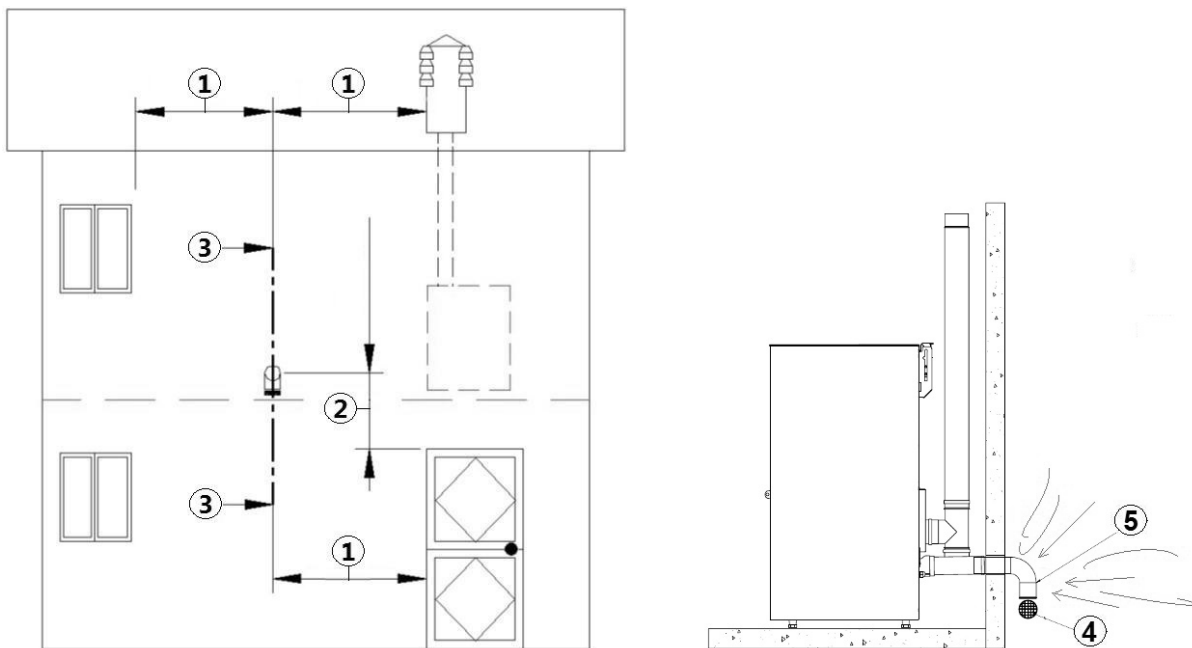

Fig. 10 - Öffnung für die Verbrennungsluft für eine hermetisch dichte Installation
| LEGENDE | Fig. 10 |
- An der Außenwand muss eine 90°-Krümmung installiert werden, um die Verbrennungsluftzufuhr von den Auswirkungen des Windes zu schützen: Die Öffnung der Krümmung nach unten richten, siehe **Fig. 10**.